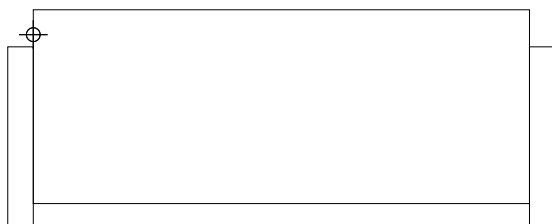

图3-16 绘制单点
- 02 单击“绘图”工具栏中的“点”按钮，配合“端点捕捉”与“极轴捕捉”，捕捉离内部左端垂直线上端点90的点，如图3-16所示。